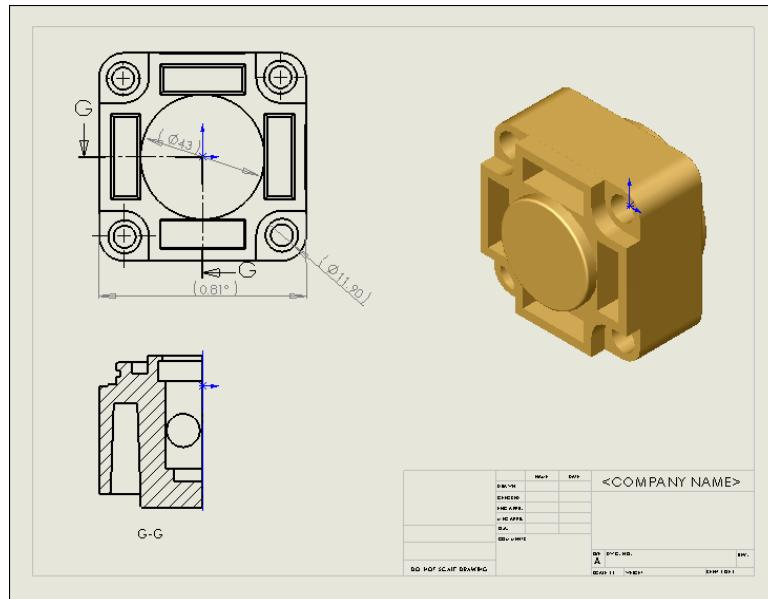

图 8-106 液压前缸盖工程图
- (1) 新建工程图文件并导入零件“液压前缸盖”见图 8-106;
(2) 创建正视图及等轴测视图；
(3) 创建剖面视图；
(4) 显示标注尺寸。